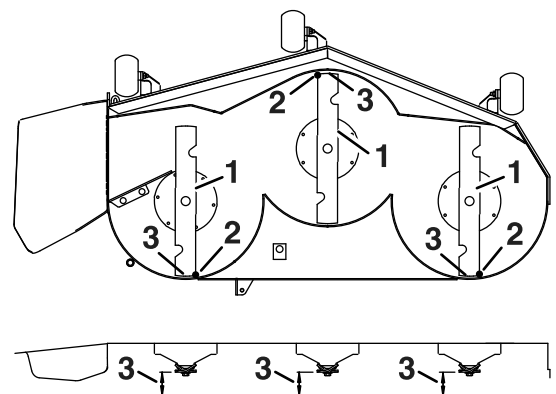

Figura 72
4. Gire cuidadosamente las cuchillas colocándolas en el sentido de avance de la máquina (Figura 72).
5. Mida entre la punta de la cuchilla delantera y la superficie plana y entre la punta de la cuchilla trasera y la superficie plana (Figura 72).